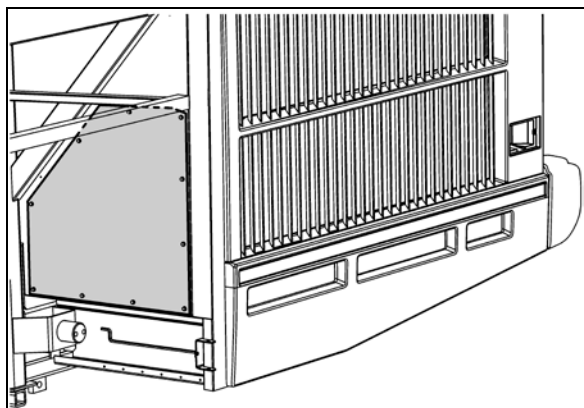

FIGURE 20 : PANNEAU D'ACCÈS DERRIÈRE LA ROUE D'ESSIEU AUXILIAIRE
5. Déposer l'aile arrière gauche (Figure 20).